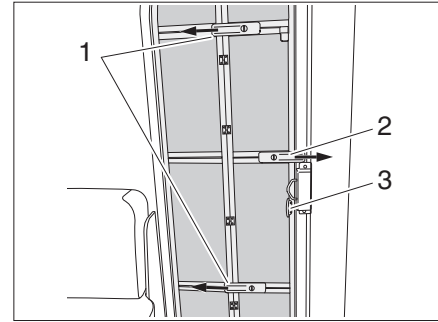

Fig. 42 Puerta mosquitera, desplegada
- Desplegar la puerta mosquitera y engatillarla (Fig. 42,3).
- Deslizar los rieles (Fig. 42,1) en el sentido de la flecha para la estabilización.
- Cerrar totalmente la puerta mosquitera y deslizar el pestillo (Fig. 42,2) en el sentido de la flecha.
- Desbloquear la puerta mosquitera. Para esto, desplazar el pestillo (Fig. 42,1 y 2) en sentido contrario al de la flecha.